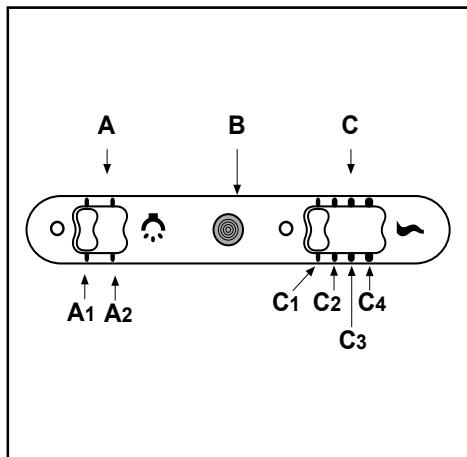

Fig.8
• MANDOS: (Fig.8) SLIDER le symbole sont le suivant: